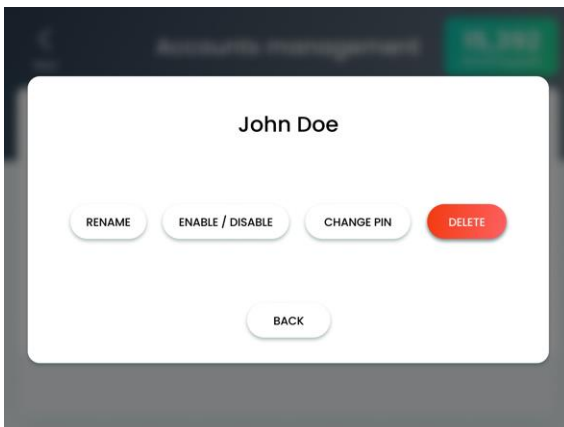

Figure 6-9. Écran Selected User's Account (Compte de l'utilisateur sélectionné)
2. Dans cet écran, sélectionnez l'entrée de l'utilisateur dont le mot de passe doit être changé ; l'écran de compte de l'utilisateur sélectionné apparaît, comme illustré à la Figure 6-9.